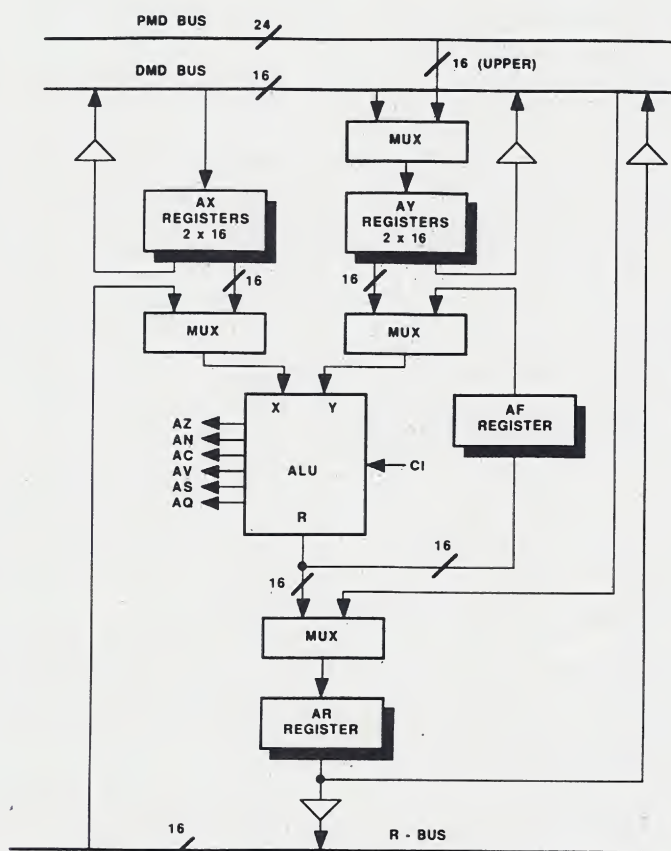

Figure 8 : L'unité arithmétique et logique.
La figure 8 représente le schéma fonctionnel de l'ALU. Ce dernier comprend les fonctions standards arithmétiques et logiques telles que l'addition, la soustraction, la négation, l'incrémenta-tion, la décrémentation, la valeur absolue, le ET, le OU, le OU exclusif et le NON (NOT). Deux instructions de division sont également utilisables. L'ALU génère une donnée 16 bits en sortie sur le bus R à partir de deux données 16 bits d'entrée X et Y. L'ALU effectue ses calculs avec retenue (AC). Ceci permet de réaliser des opérations sur 32 bits ou plus, mais en plusieurs étapes. A partir des opérations réalisées, l'ALU
Comme indiqué sur la figure 8 par les parties ombrées, l'ALU possède deux banques de registres. Chacune d'entre elles possède tous les registres décrits précédemment (AX0, AX1, AY0, AY1, AF et AR). Une seule de ces deux banques n'est accessible à la fois. Leur présence permet de changer de contexte très rapidement en positionnant un bit du registre d'état des modes de fonctionnement (MSTAT). Il est très intéressant d'utiliser cette commutation de contexte dans les sauts à des programmes d'interruption ou lors de traitement multitâche.